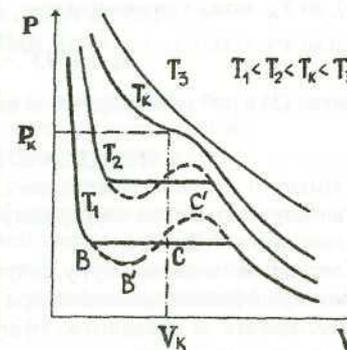

Рис. 18.
Для різних газів поправки a і b різні за значенням. На рис. 18 показані ізотерми реального газу для різних значень температур. Суцільні криві відповідають експериментальним, а криві з пунктирними ділянками $BB'CC'$ – теоретичним ізотермам. З графіків видно, що з підвищенням температури горизонтальна ділянка ізотерми BC , яка відповідає двофазовому стану речовини (рідина + насичена пара), зменшується, стягуючись при критичній температурі T_K в точку, і дві фази речовини стають нерозрізнюваними. Цій точці відповідають параметри T_K , P_K , V_K , які визначають критичний стан речовини. Критичні параметри речовини T_K , P_K , V_K можна визначити, розв'язавши рівняння (1):